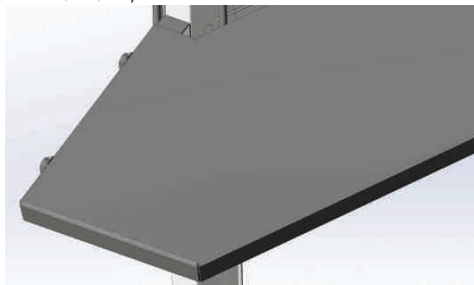

Рис. 7
6. установите подставку как показано на Рис. 7, наживите болты в отверстия, но не затягивайте их гайками;